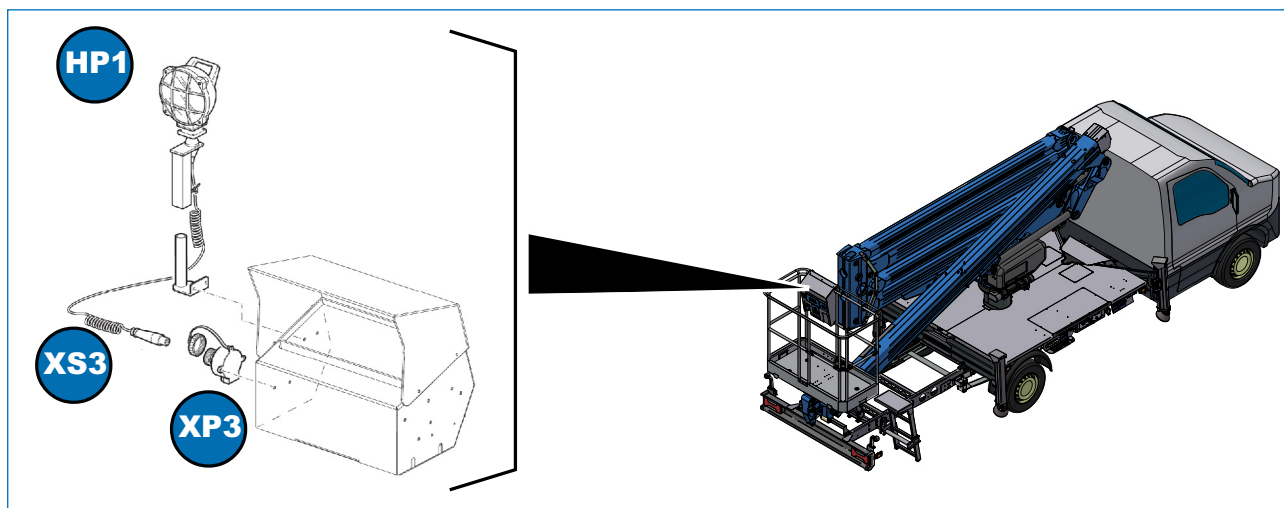

Fig. 15.4
- un faro (Fig. 15.4, HP1);
- una spina (Fig. 15.4, XS3);
- una presa (Fig. 15.4, XP3).
Il faro di lavoro funziona inserendo la spina (Fig. 15.4, XS3) in cesta e azionando l'interruttore di accensione posto sul faro.